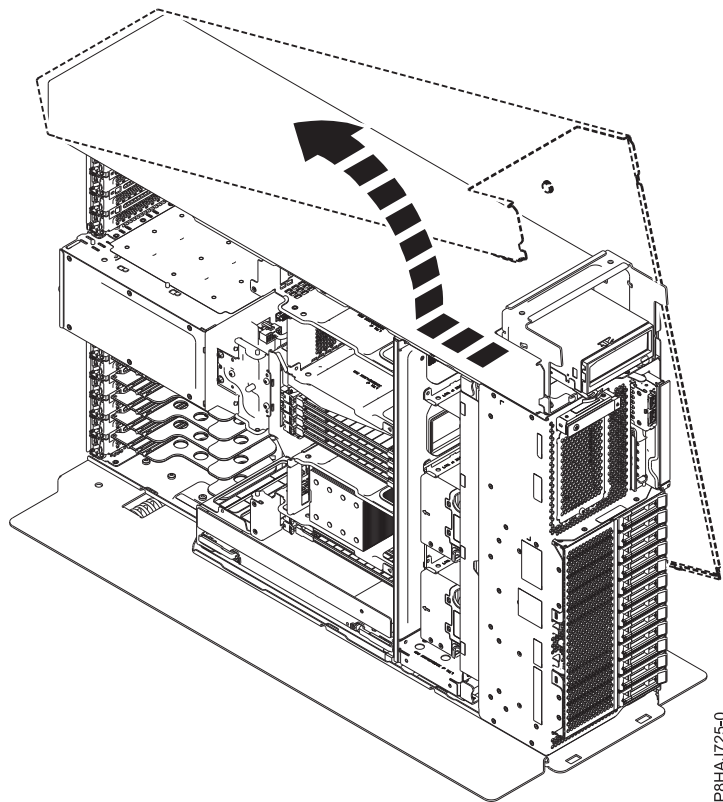

Figura 11. Extracción de la cubierta lateral del sistema 8286-41A
5. Deslice la cubierta lateral sacándola del sistema en la dirección que se muestra en la Figura 11.